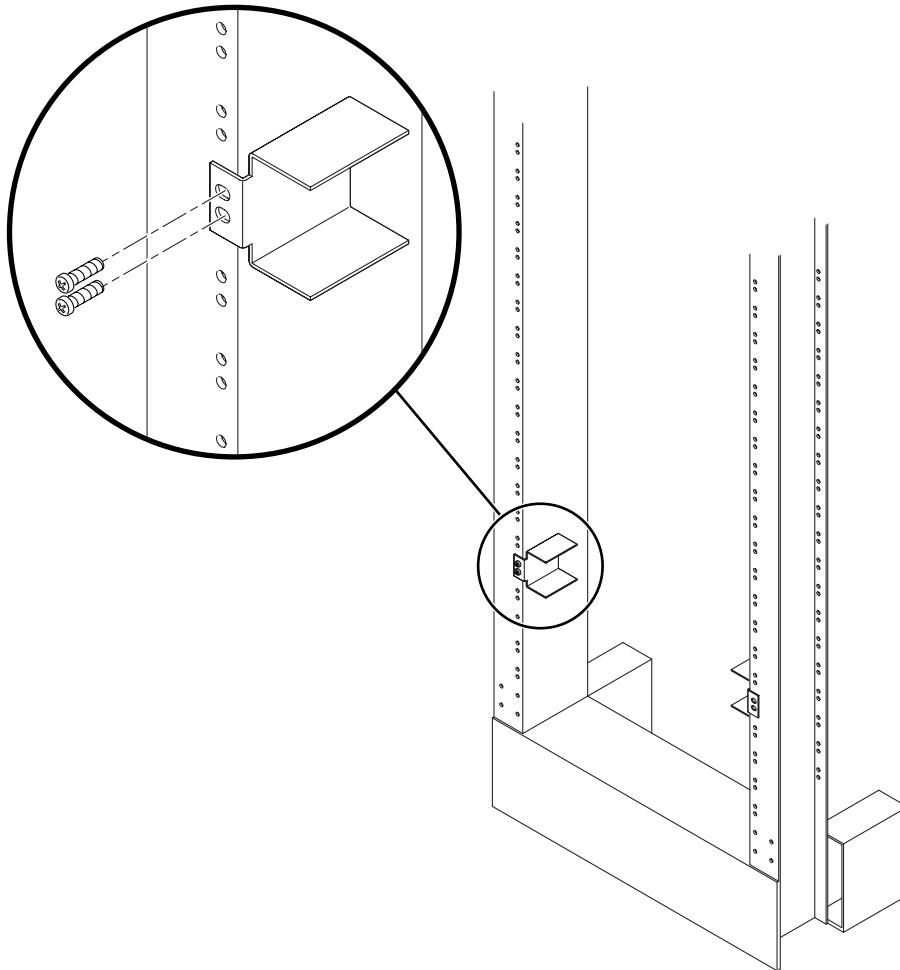

ABBILDUNG 3-25 Montieren der Schienenführungen im Rack
4. Heben Sie die Schienenführungen an die gewünschte Position im Rack und befestigen Sie mithilfe von jeweils zwei Schrauben die beiden Schienenführungen am Rack (ABBILDUNG 3-25).